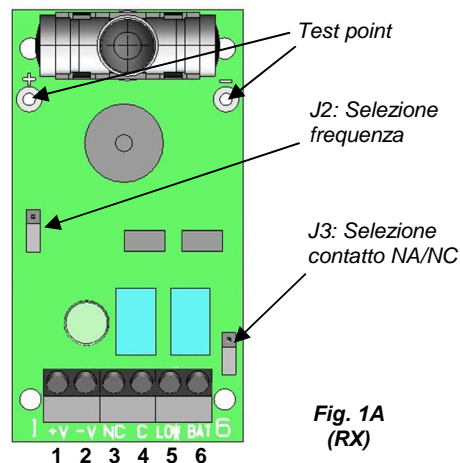

Fig. 1A
- Scegliere la stessa frequenza di funzionamento sul ricevitore e sul trasmettitore tramite gli appositi jumper (J2, fig 1A e 1B):
- Misurare con un voltmetro impostato per misura di tensione alternata il valore presente sui test-point del ricevitore (fig. 1A). Tale valore varia in funzione di vari parametri, tra cui la distanza tra le fotocellule. Più alto è il valore di tensione sul test-point migliore è l'allineamento. La misura ottimale deve comunque essere compresa tra 0,5 e 0,6 VAC.